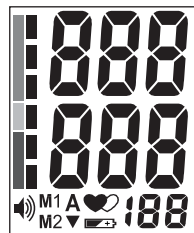
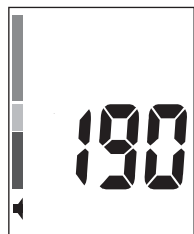

РИС.7
РИС.8
3. На дисплее кратковременно высветятся все символы (рис. 7). Прозвучит голосовое сообщение о начале измерения. Прибор начнет автоматически нагнетать воздух в манжету. Первоначально нагнетание прекратится на уровне 190 мм рт. ст. (рис. 8).